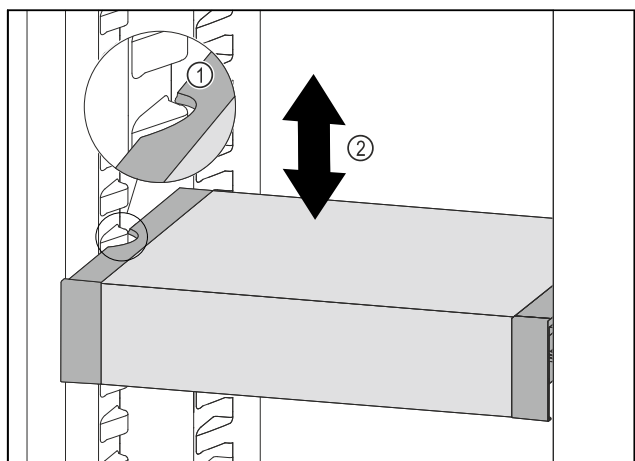

Fig. 116
- ▶ VarioSafe vucite prema naprijed sve dok se bočni otvori VarioSafe ladice ne nađu na visini žlijeba spremnika u hladnjaku. Fig. 116 (1)
- ▶ Pomičite ladicu VarioSafe u hladnjaku prema gore ili dolje sve dok ne dosegnete željenu visinu. Fig. 116 (2)